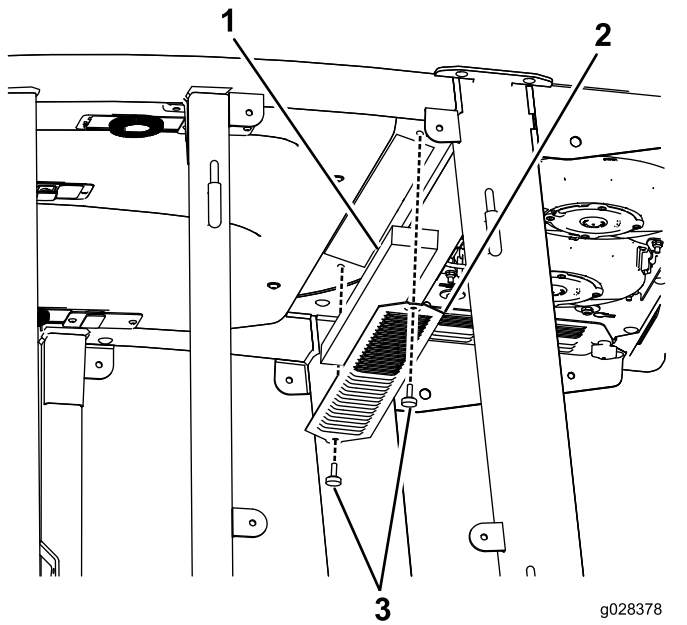
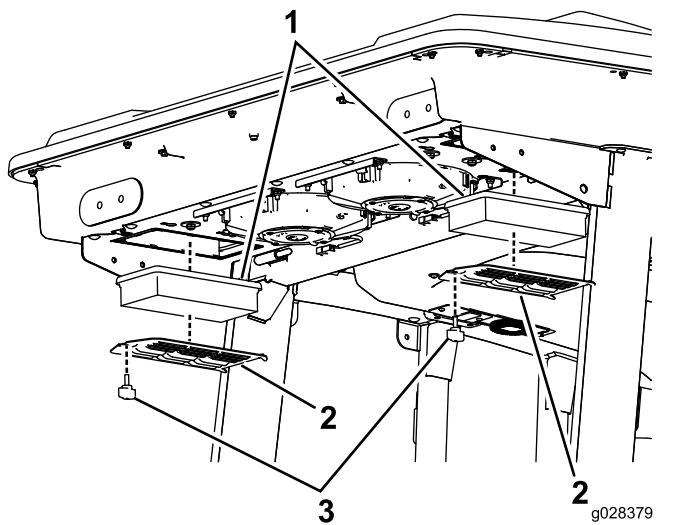
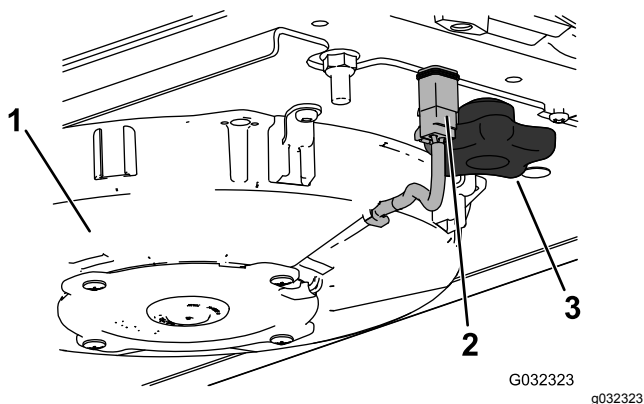
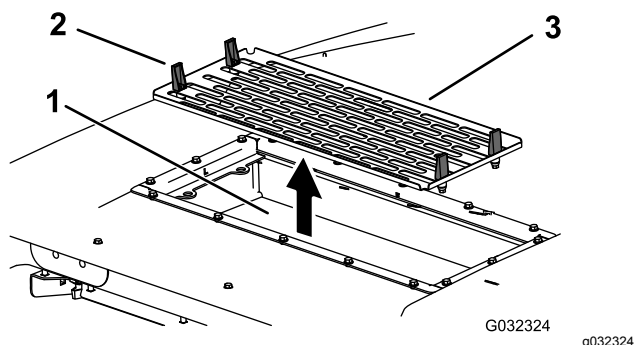

Figura 145
Figura 146
Figura 148
Figura 149
posteriore della cabina (Figura 145 e Figura 146).
4. Togliete i filtri dell'aria (vedere Figura 146).
6. Installate i filtri dell'aria, la griglia e il gruppo ventola (Figura 146, Figura 148 e Figura 149).
7. Collegate il filo per ciascuna ventola (Figura 148).